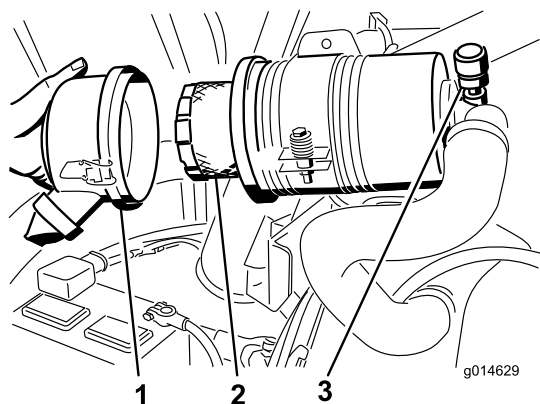

Рисунок 62
3. Снимите и замените фильтр (Рисунок 62).